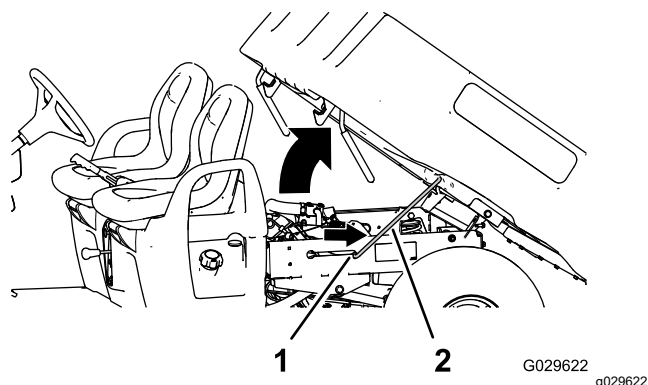

Figure 19
2. Tirez la béquille hors de la fente de verrouillage (Figure 19).
3. Abaissez le plateau jusqu'à ce qu'il se verrouille fermement en place (Figure 19).
2. Engagez la béquille dans le cran de verrouillage pour bloquer le plateau en position (Figure 19).